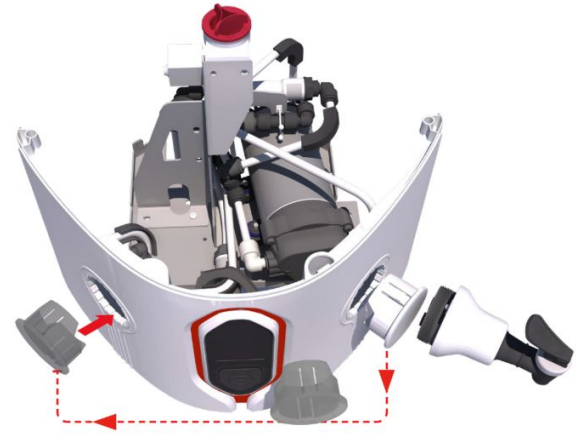

图5
1. 将分配龙头从左侧移至右侧的新分配位置。用力拉出白色封堵盖以释放卡扣。(图5)
2. 将白色封堵盖移至左侧出水口孔位并插入。用力按压固定到位。(图5)